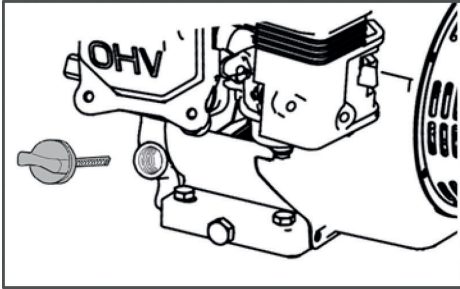

Рисунок 5.
- Выкрутите крышку-щуп маслозаливной горловины и извлеките щуп (Рис. 5).